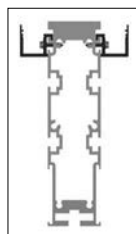

Abb. 39
- » nur bei Mehrfeldanlagen: Beim doppelten Längsprofil ist das Lamellenträgerprofil auf beiden Seiten montiert. Je nach Ausführung, kann das Lamellenträgerprofil auf unterschiedlicher oder gleicher Höhe montiert sein (siehe Querschnitt Abbildung 39).